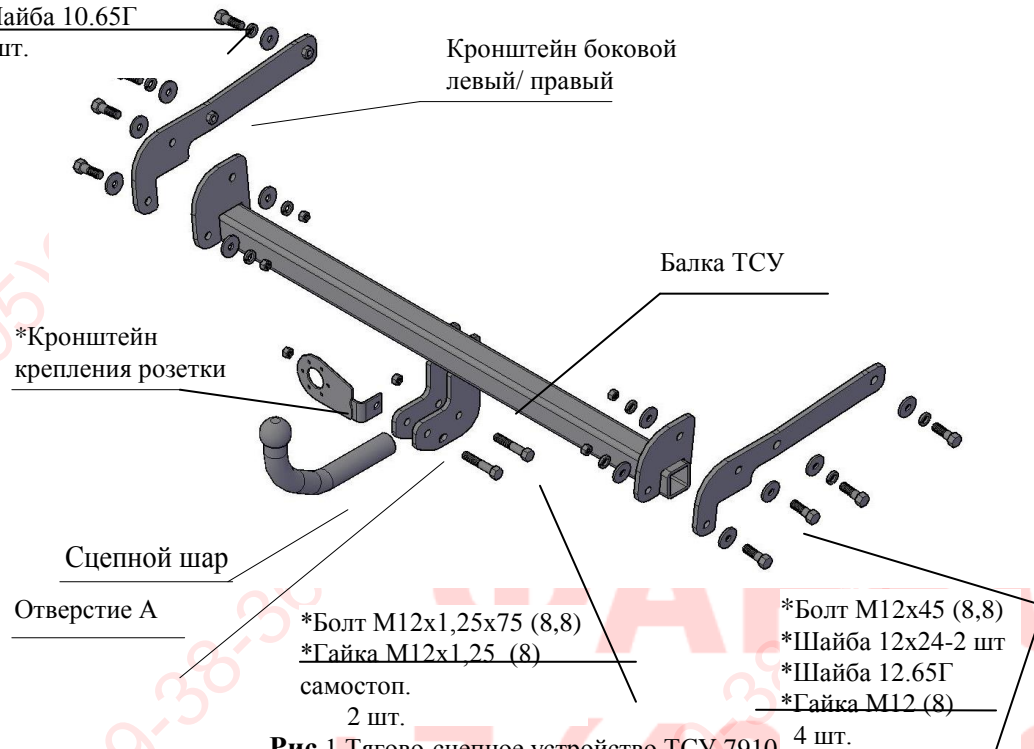

Рис.1 Тягово-сцепное устройство ТСУ 7910. 4 шт.
2.1 ТСУ 7910 в сборе (рис.1)	1 шт.
2.2 Пакет с комплектующими (см. рис.1)	1 шт.